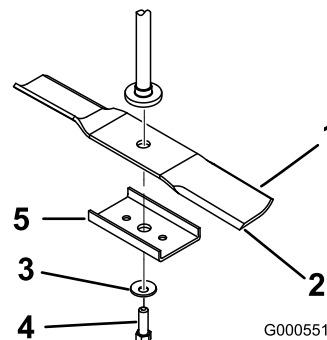

Figura 49
Segure na extremidade da lâmina, utilizando um trapo ou uma luva grossa. Retire a cavilha da lâmina, a anilha curva, esticador de lâmina e lâmina do eixo (Figura 49).
1. Instale a lâmina no veio (Figura 49).
2. instale um esticador de lâmina, a anilha curva (lado oval virado para a lâmina) e o parafuso da lâmina (Figura 49).